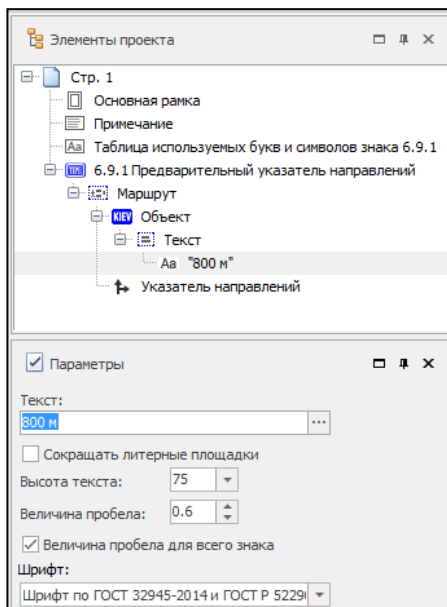

Рис. 6.8
9. При добавлении в проект знака по умолчанию создался объект. Измените значение текста. Для этого выделите строку в окне **Элементы проекта** и назначьте ему параметры (рис. 6.8).